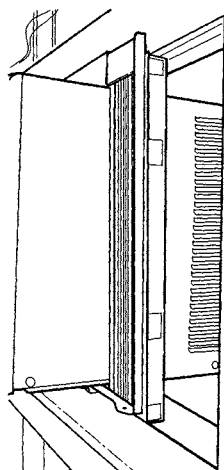

FIGURE 6 — CLIMATISEUR PLACÉ DANS LA FENÊTRE
11. Centrer l'appareil dans la fenêtre. La base du cadre du climatiseur doit reposer sur l'appui de la fenêtre. Voir la figure 6. Abaisser le châssis de la fenêtre jusqu'à ce qu'il repose fermement sur le rail supérieur. S'assurer que le haut et le bas du boîtier du climatiseur sont solidement coincés dans l'ouverture de la fenêtre.